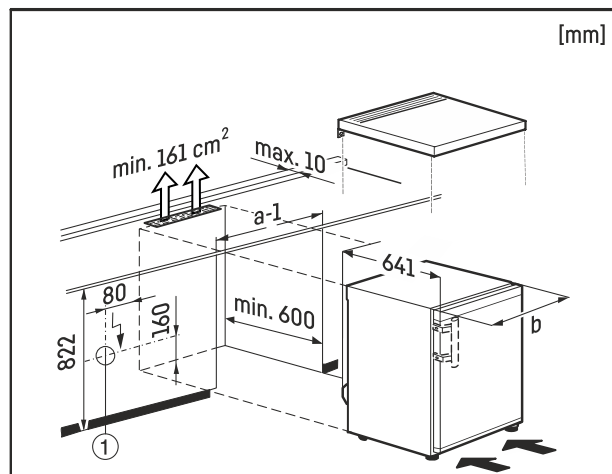

Fig. 8
Vtičnica Fig. 8 (1) mora biti pri tem lahko dostopna in izven ploskve, ki jo pokriva hrbtna stran naprave.